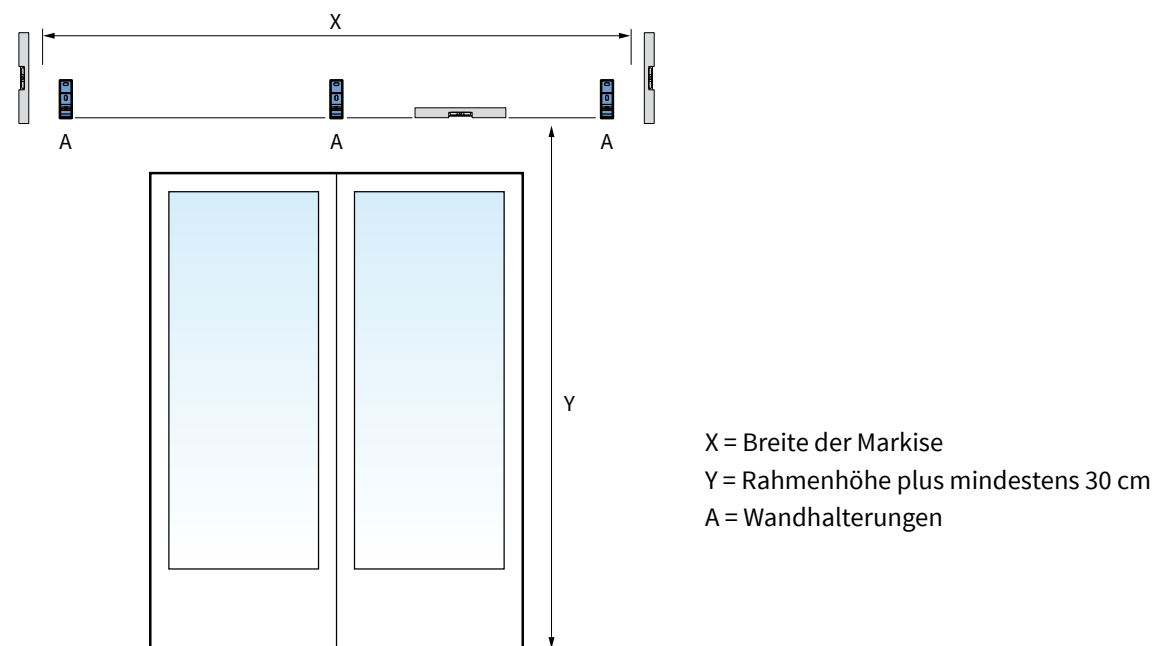

Abb. 1.2 Anordnung der Wandhalterungen
Markieren Sie die Bohrlöcher der Wandhalter (A) auf der Wand. Diese müssen, horizontal wie vertikal, wasserwaagengenau ausgerichtet werden. Siehe Abbildung 1.2.